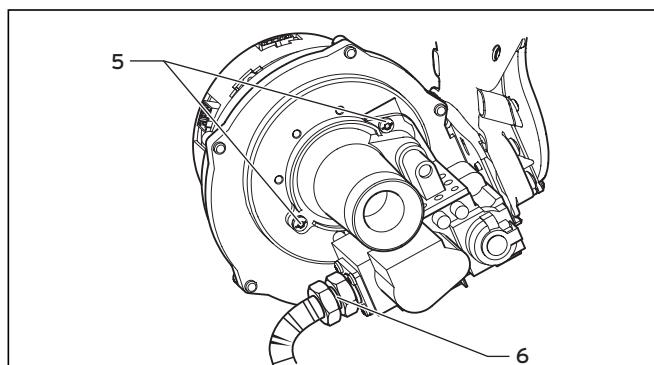

Fig. 10.3 Îmbinare prin șuruburi a suflantei/armăturii de gaz
- Desfaceți conducta de alimentare cu gaz de la armătura de gaz (6, Fig. 10.3).